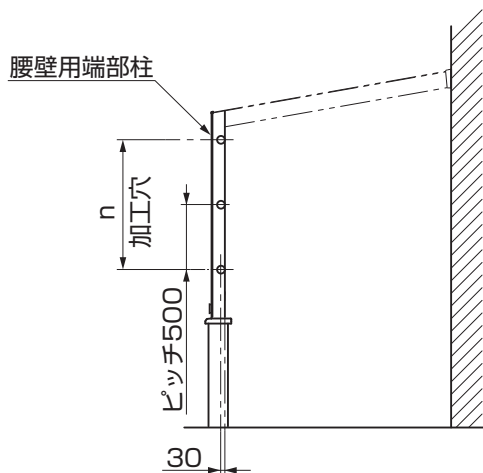
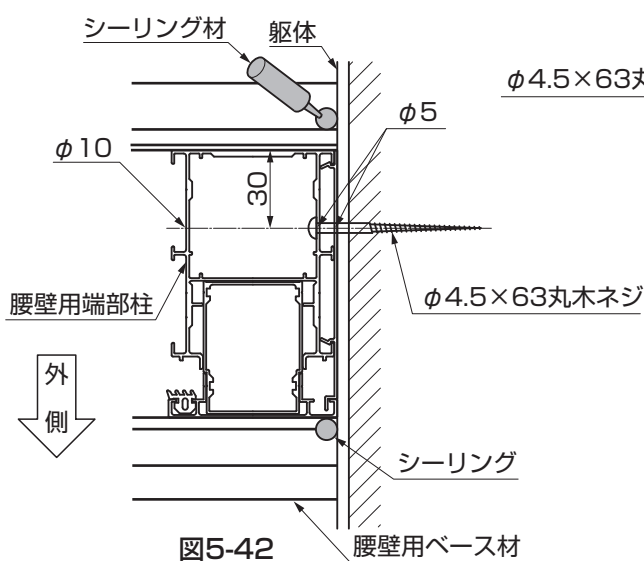
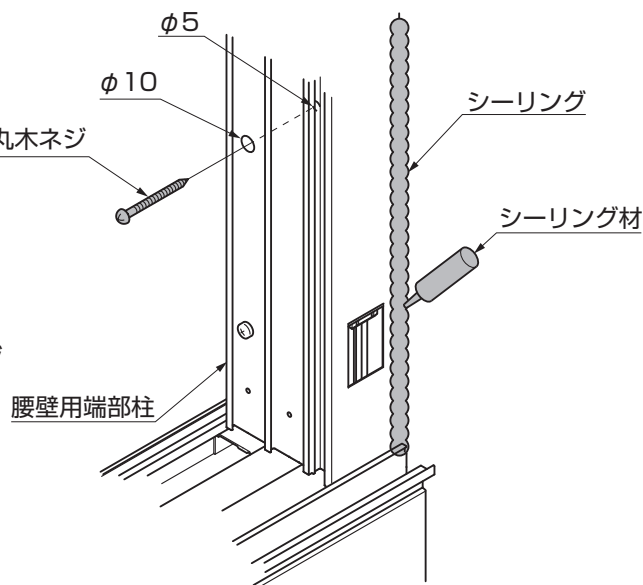

図5-41
図5-42
図5-43
- ① 入隅側の腰壁用端部柱に、φ10、φ5の穴をあけてください。(図5-41、図5-42、表5-6参照)
- ② 腰壁用端部柱と躯体を、「φ4.5×63丸木ネジ」で取付けてください。(図5-42、図5-43参照)
- ③ 腰壁用端部柱と躯体の取合せ部にシーリングをしてください。(図5-43参照)